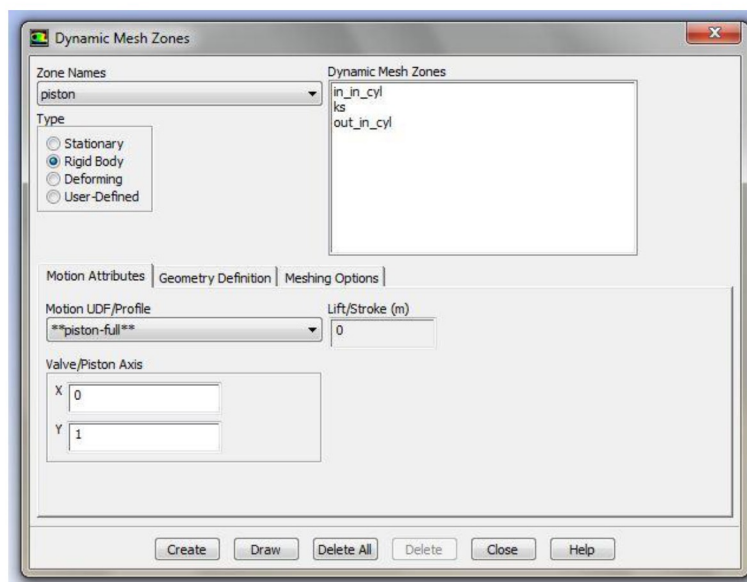

Рисунок 2.25 – Меню задания параметров зоны сетки *piston*
- а) Прежде всего, задается движение в области поршня, которое выполняется следующим образом (рисунок 2.25):